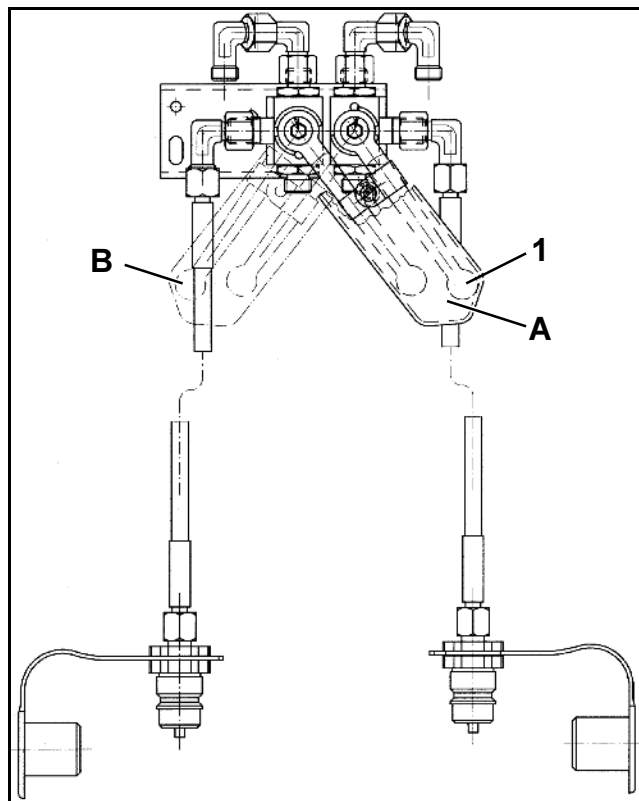

Рис. 53
- Рычаг Рис. 53/1) переместите в положение "А" и разложите правую боковую консоль, приведя в действие устройство управления трактора.
- Рычаг (Рис. 53/1) находится в положении "В". Сложите левую боковую консоль, приведя в действие устройство управления трактора.
- Рычаг (Рис. 53/1) переведите в положение "А". Сложите правую боковую консоль, приведя в действие устройство управления трактора.